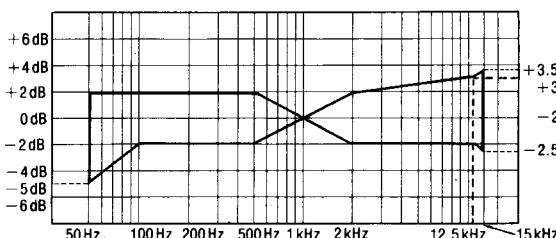

Fig. 9
- Faire jouer le signal enregistré et s'assurer qu'il soit en deçà de la plage montrée à la Fig. 9 en comparaison à la fréquence de référence (1 kHz).